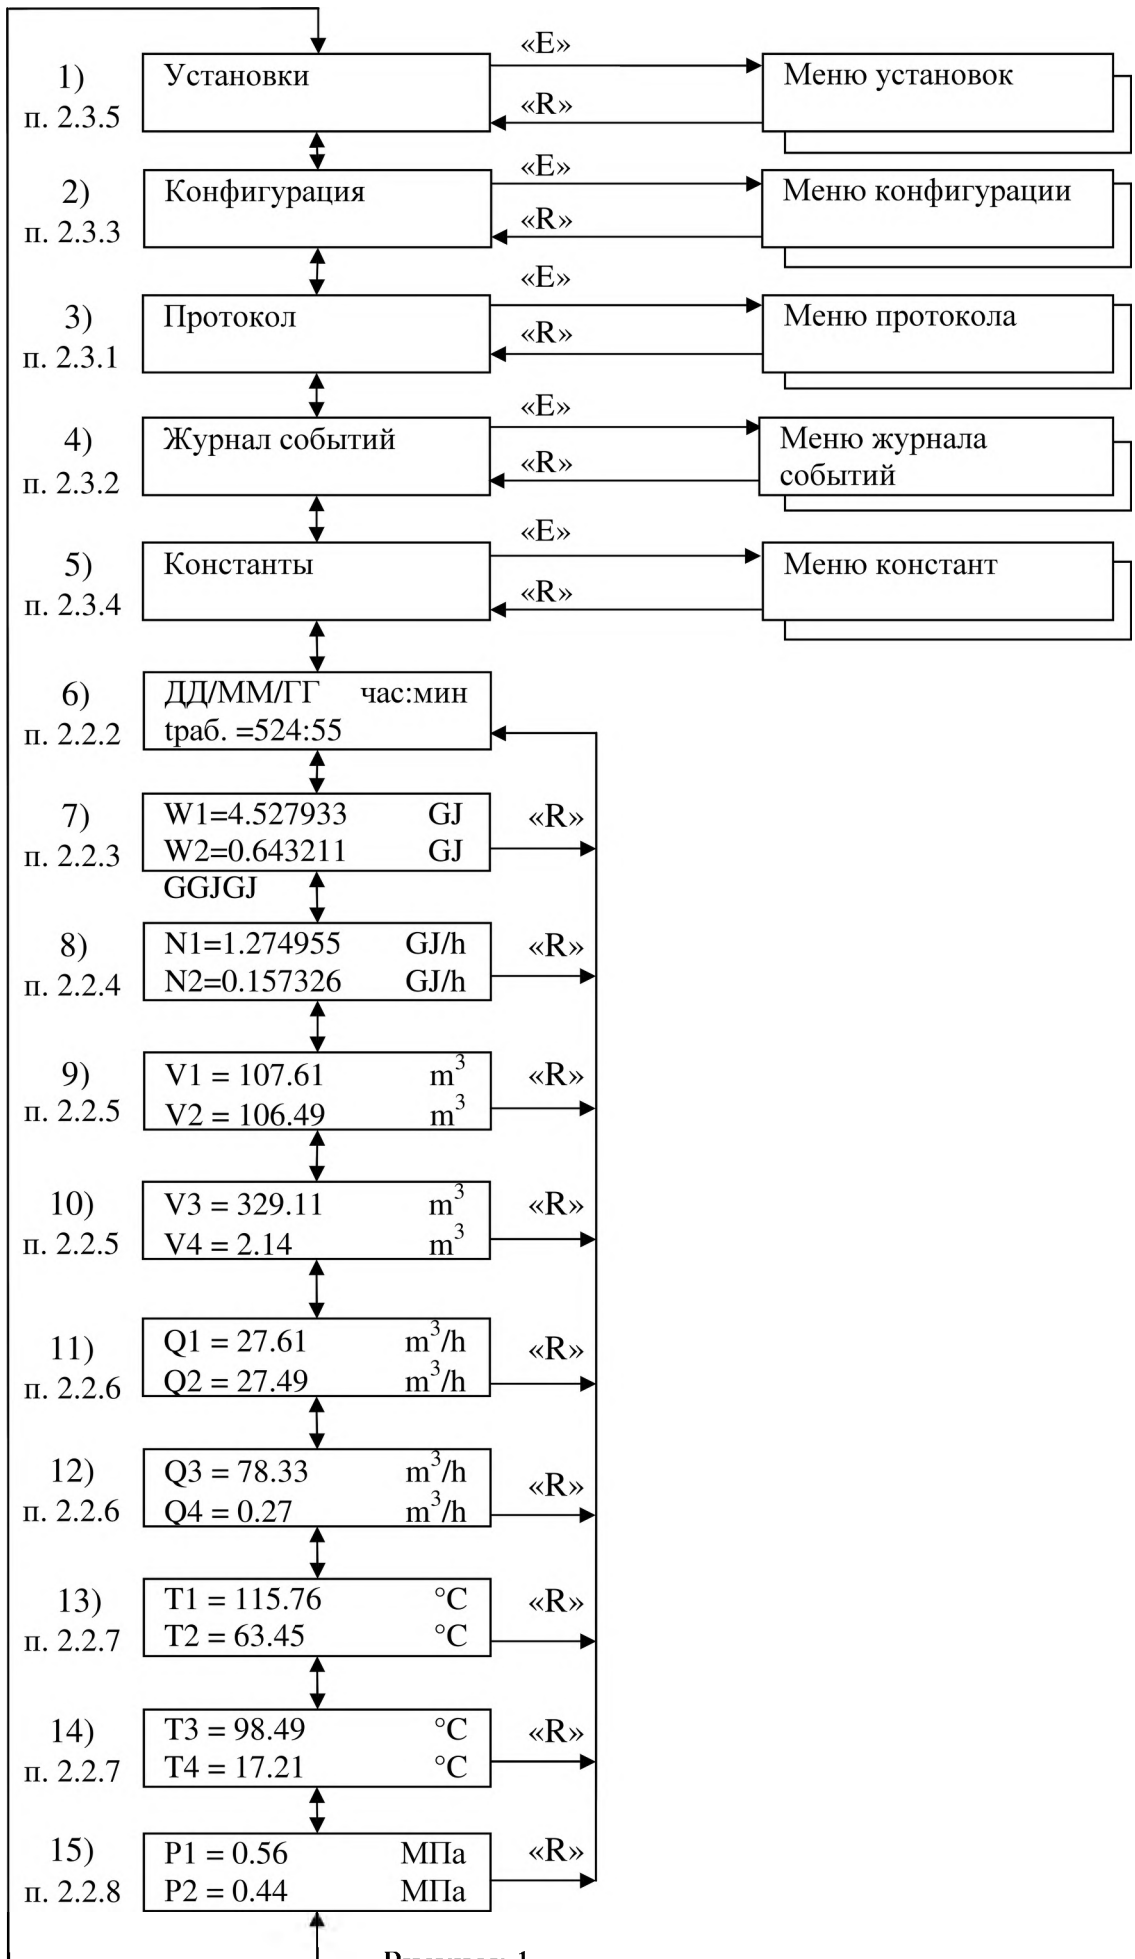

Рисунок 1
Вся информация о работе вычислителя организована в виде системы сообщений и меню, отображаемых на дисплее вычислителя. Просмотр сообщений осуществляется клавишами «▲» (вверх) и «▼» (вниз), для входа в меню используется клавиша "E" (вход). Клавиша "R" (возврат) используется для выхода из меню, а также для перехода к индикации текущей даты и времени (поз. 6 рисунок 1). Схема переходов между сообщениями со ссылками на пункты РЭ показана на рисунке 1.
Текущая дата и время (поз. 6 рисунок 1) являются первым сообщением, которое появляется на дисплее после тестирования вычислителя при включении питания. Данное сообщение можно получить последовательным нажатием клавиши "R", находясь в любом меню и при индикации любого сообщения.
Потребленная тепловая энергия **W1, W2** (поз. 7 рисунок 1) индицируется как в стандартных единицах СИ (GJ), так и в единицах, принятых в теплоэнергетике (Gcal)*. По достижении даты отчетного периода накопленная тепловая энергия записывается в **месячный архив**, а значения **W1, W2** обнуляются. Дата отчетного периода задается пользователем в меню «Установки» (после сброса вычислителя дата отчетного периода равна первому числу каждого месяца).
Тепловая мощность **N1**, **N2** (поз. 8 рисунок 1) индицируется как в стандартных единицах СИ (GJ/h), так и в единицах, принятых в теплоэнергетике (Gc/h). Переход от одних единиц к другим осуществляется при помощи любой из клавиш «◀» или «▶» во время индикации значений тепловой мощности.
Объемы воды (поз. 9 рисунок 1) по каналам **V1**, **V2** индицируются с начала отчетного периода либо в единицах объема (м³), либо в единицах массы (t).
Объемы воды (поз. 10 рисунок 1) по каналам **V3**, **V4** индицируются с начала отчетного периода либо в единицах объема (м³), либо в единицах массы (t). Для индикации массы по каналам **V3**, **V4**, а также, если каналы **V3**, **V4** участвуют в расчете тепловой энергии, необходимо наличие датчиков температуры **T3**, **T4**. При отсутствии датчиков температуры **T3**, **T4** вычисление плотности воды не производится и при индикации массы по каналам **V3**, **V4** индицируются нули.
Расходы воды (поз. 11 рисунок 1) по каналам **V1**, **V2** индицируются по данным датчиков МД за интервал времени опроса датчиков 10 с и могут быть представлены либо в единицах объема (м³/h), либо в единицах массы (t/h).
Расходы воды (поз. 12 рисунок 1) по каналам **V3**, **V4** рассчитываются за интервал времени опроса датчиков расхода, кратный 10 с (задается в меню «Установки»), и индицируются либо в единицах объема (м³/h), либо в единицах массы (t/h).
Температура воды (поз. 13 рисунок 1) по каналам **T1, T2** индицируется по данным датчиков МД через интервал времени опроса датчиков 10 с. Температура воды (поз. 14 рисунок 1) по каналам **T3, T4** рассчитывается и индицируется по данным датчиков температуры через интервал времени опроса датчиков 10 с. Выбор параметров датчиков температуры каналов **T3, T4** осуществляется в меню «Конфигурация».
Давление воды (поз. 15 рисунок 1) по каналам **P1, P2** индицируется по данным датчиков МД через интервал времени опроса датчиков 10 с и может быть представлено либо в МПа, либо в кгс/см^2 *. Давление воды по каналам **P3, P4** индицируется как константа в меню «Конфигурация» и, при необходимости, может быть изменено пользователем счетчика тепла по данным манометров в месте установки датчиков расхода **V3, V4**, (при выпуске из производства значения **P3** и **P4** устанавливаются равными 6 и 4 кгс/см^2 соответственно).
Меню «Протокол» (поз. 3 рисунок 1) предназначено для просмотра на дисплее или получения на бумажном носителе информации данных о работе счетчика тепла за требуемый период времени. Возможны две печатные формы протокола: «тепло» и «вода». Форма протокола «тепло» предусматривает распечатку данных, в зависимости от конфигурации счетчика тепла, одного или двух каналов тепловой энергии на одном листе. Форма протокола «вода» предусматривает распечатку накопленного объема воды по каналам **V1, V2, V3, V4**, а также температуры **T3, T4**, если это предусмотрено в меню «Конфигурация – Учет данных **T3, T4**».
Меню «Журнал событий» (поз. 4 рисунок 1) предназначено для просмотра на дисплее вычислителя и вывода на принтер признаков аварийной ситуации счетчика тепла, а также признаков вмешательства в работу вычислителя.
Меню «Установки» (поз. 1 рисунок 1) предназначено для изменения доступных пользователю параметров вычислителя. Схема выбора установок приведена на рисунке 4 (данные соответствуют заводским установкам после сброса вычислителя). Выбор установок производится клавишами «▲» и «▼».